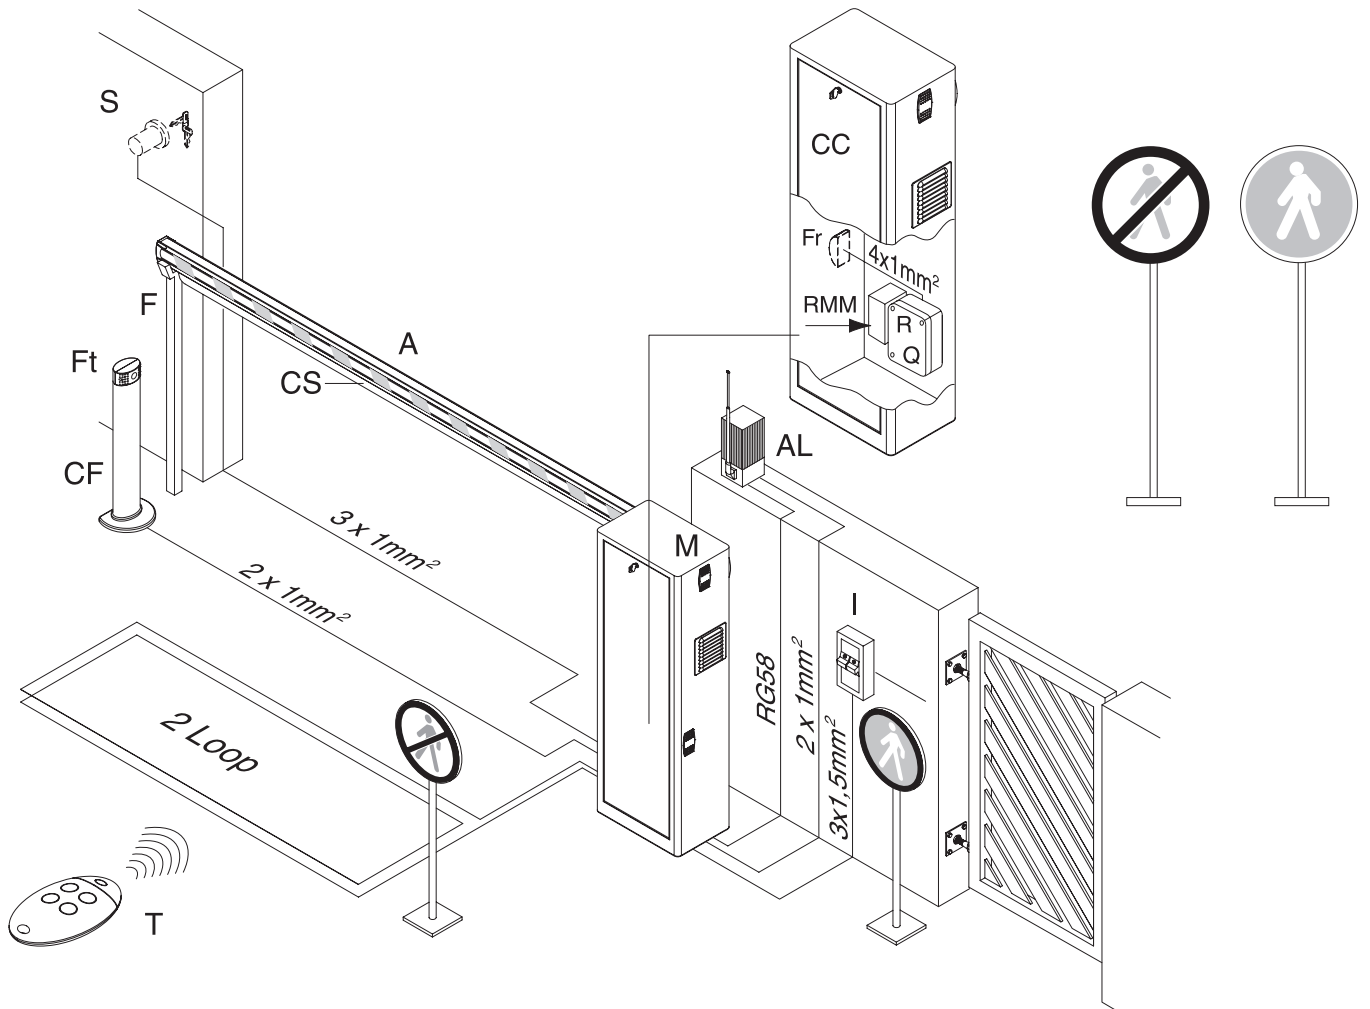

Fig. 11
механические устройства остановки (рис. 11). Регулировка
- Вручную привести в бар, чтобы ее полностью закрытом положении отдыхает на вилке (рис. 11 ссылка F.). Убедитесь, что панель совершенно горизонтального помощью уровня (рис. 11 арт. L).
- Установить микровыключатель закрытия (рис.12 ссылка SWC.), Так что бар устанавливается на несколько миллиметров до попадания вилки (рис. 11 ссылка F.).